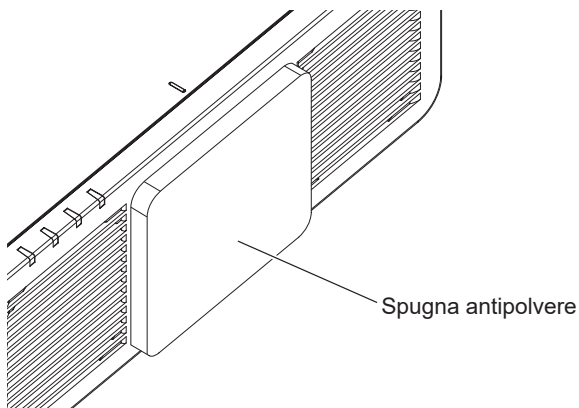

Fig. 1
- 1) Rimuovere la spugna antipolvere. (Fig. 1)